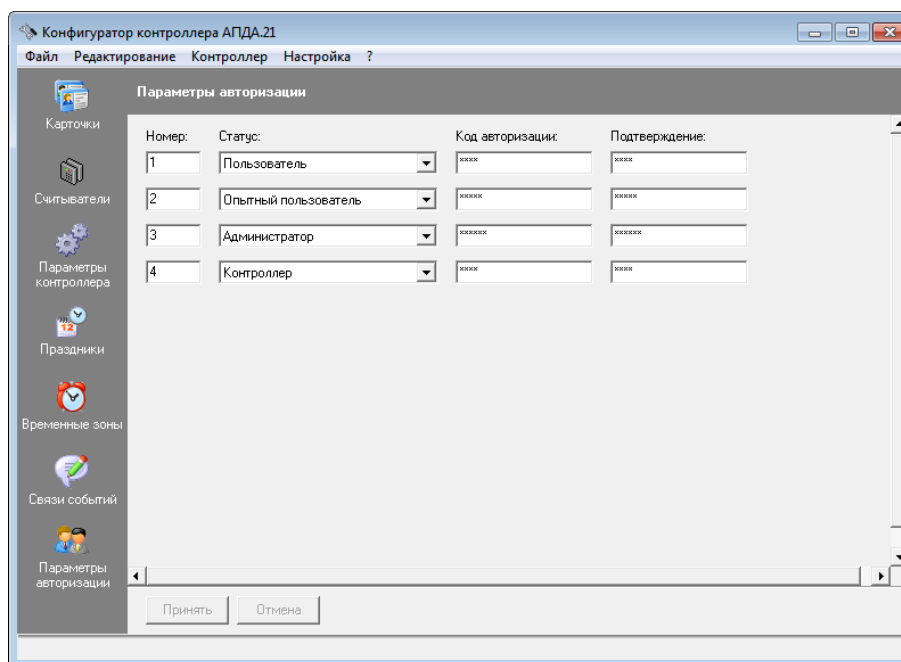

Рисунок 44 - Окно "Параметры авторизации"
- 10) При необходимости измените параметры авторизации при обмене по сети. Для этого выберите пункт меню "Редактирование/Параметры авторизации", в открывшемся окне "Параметры авторизации" (см. Рисунок 44) отредактируйте коды авторизации и нажмите кнопку "Принять".